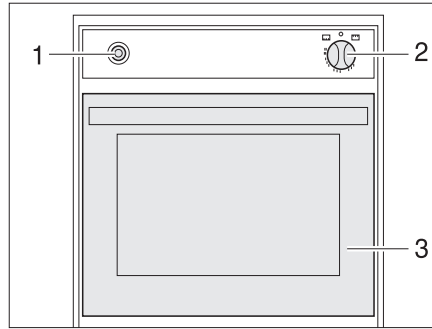

Fig. 136 Four à gaz
- Ouvrir complètement la porte du four (Fig. 136,3).
- Enfoncer légèrement le bouton tournant (Fig. 136,2) et le mettre sur "🔥" (four).
- Enfoncer le bouton tournant (Fig. 136,2) et le maintenir enfoncé pendant 5 à 10 secondes. Le gaz s'écoule vers le brûleur.
- Appuyer plusieurs fois sur l'interrupteur d'allumage (Fig. 136,1) jusqu'à ce que la flamme se consume.
- Tourner le bouton tournant (Fig. 136,2) sur "🔸". La flamme s'éteint.